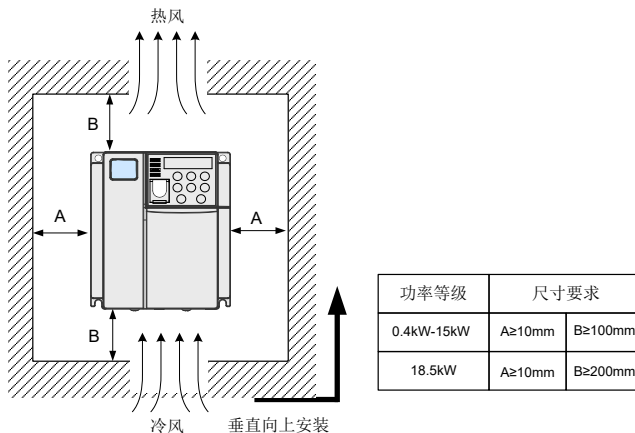

图 3-1 MD310 变频器各功率等级安装空间要求
- 1) 安装空间要求如图 3-1 所示，需保证变频器有足够的散热空间。预留空间时请考虑柜内其它器件的散热情况。